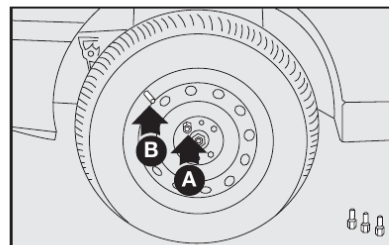

fig. 14
- Atarraxar apenas um dos parafusos **A-fig. 14**, em correspondência com a válvula de enchimento **B-fig. 14**.